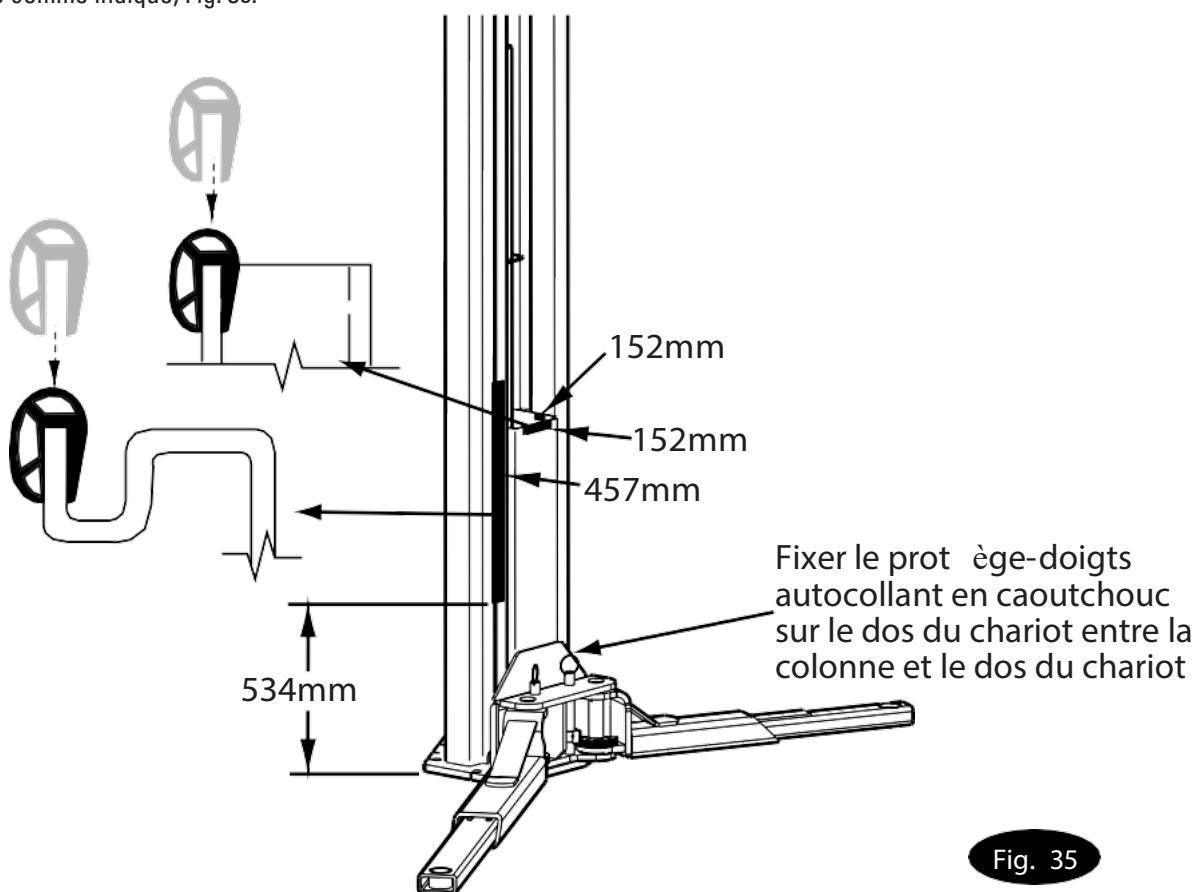

Fig. 35
- Appuyer le pare-chocs de 457 mm sur le bord de la colonne, Fig. 35.
- Appuyer le pare-chocs de 152 mm sur le bord supérieur avant et le côté supérieur du tube du chariot, Fig. 35.
- Appuyer sur l'arrière du chariot entre le chariot et la colonne comme indiqué, Fig. 35.